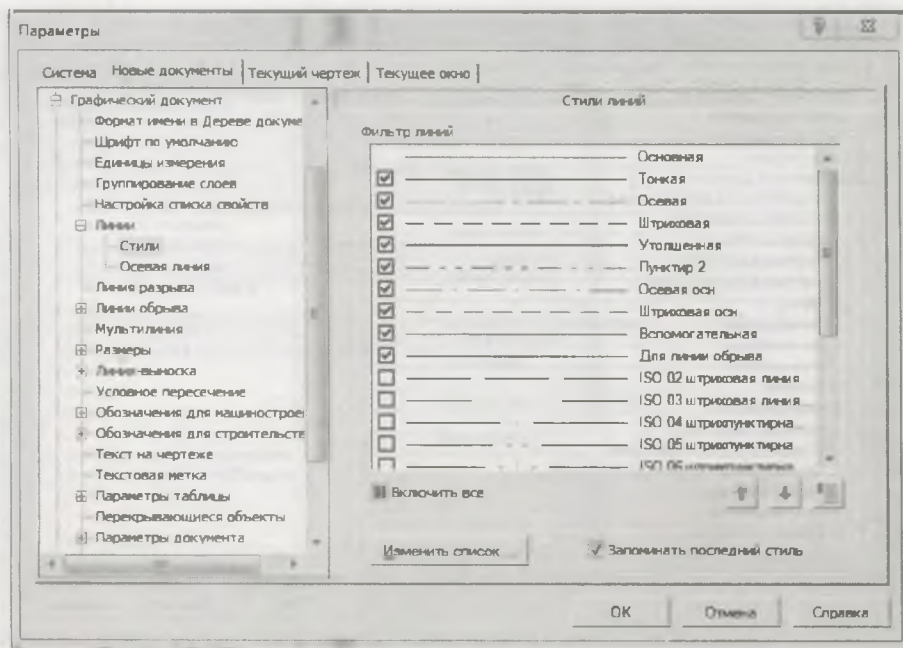

Рис. 17.15. Диалоговое окно Параметры с открытой панелью Стили линий
- ♦ щелкните ЛК мыши по пункту **Стили** — в правой части раскроется панель **Стили линий** (рис. 17.15). Какие можно провести настройки:
- ♦ щелкните ЛК мыши по пункту **Линия разрыва** (см. рис. 17.15). В правой части по умолчанию установлена опция **Волнистая**. Введите, если необходимо, значение амплитуды и зазор. Можно заменить тип волнистой линии, установив флажок рядом с одним из предлагаемых типов;
- ♦ щелкните ЛК мыши по знаку "плюс" перед пунктом **Размеры** (см. рис. 17.15) — раскроется дерево параметров;